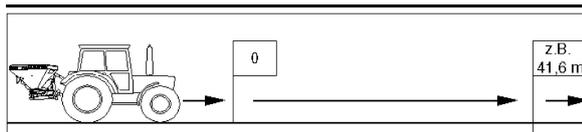

Fig. 67
4. Misurare esattamente sul campo la sezione di lavoro. Contrassegnare il punto di inizio e di fine (Fig. 67).